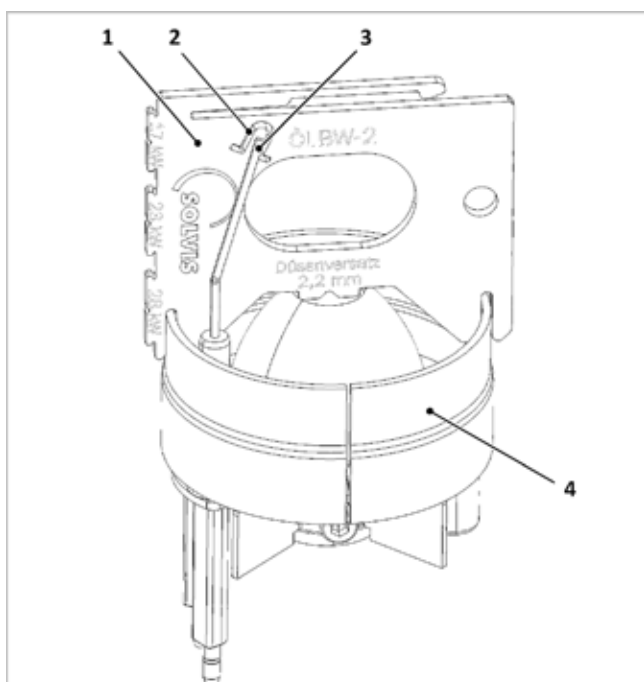

Fig. 123: Comprobación de los electrodos de encendido
- Revise la distancia de los electrodos (3) tal y como se muestra en la → fig. 123 y, en caso necesario, corrijala doblándolos.
- Revise la longitud mínima. El extremo inferior de la ventana de control (2) del calibre establece la longitud mínima de los electrodos de encendido. Si se supera solo ligeramente esta longitud, deberá sustituirlos.